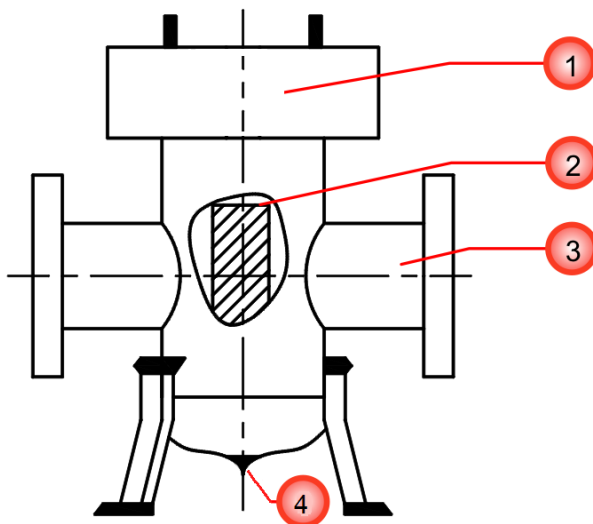
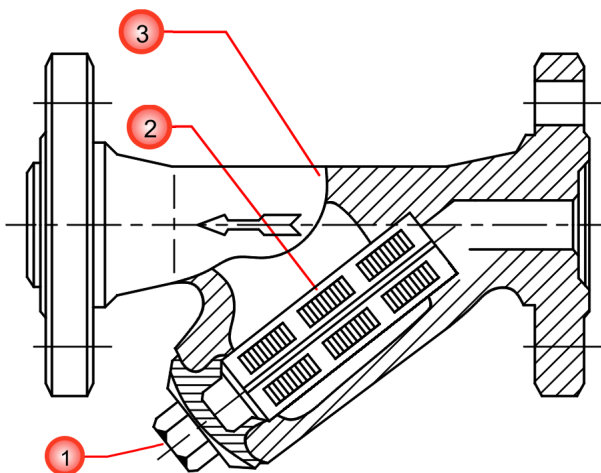

Рис. 1.2.1. Устройство фильтра для диаметра 50 мм и более
Рис. 1.2.2. Устройство фильтра для диаметра менее 50 мм
В зависимости от типоразмера различают следующие исполнения фильтров, устройство которых схематично показано на рис. 1.2.1., рис. 1.2.2.
При прохождении потока через корпус (3) фильтра ЭМИС-ВЕКТА 1210, 1215 (см. рис. 1.2.1., 1.2.2), посторонние механические включения отсеиваются с помощью фильтрующего элемента 2, представляющего собой мелкую сетку. Степень фильтрации соответствует диаметру ячейки сетки фильтр-элемента, возможные диаметры ячеек сетки фильтр-элемента представлены в Приложении А.